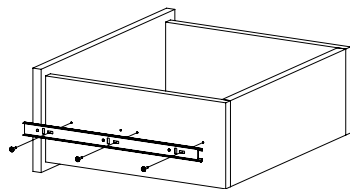

Рис.9
8. Закрепите внутренние планки направляющих на деталях 10 и 11 шурупами 3,5х16 (Рис.9).